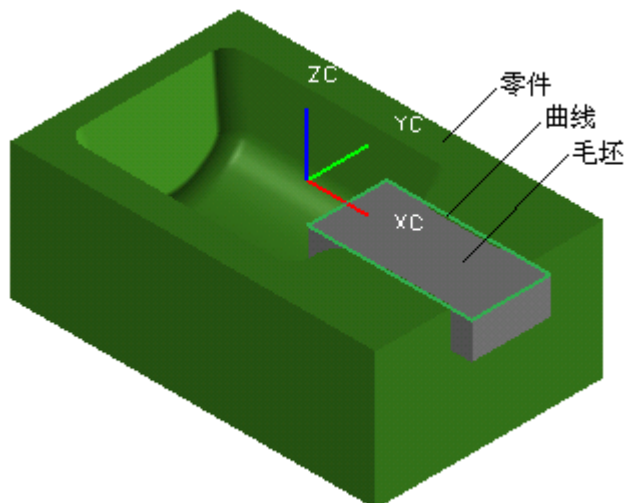

图 5-32
- 单击 , 选择附加按钮, 选择如图 5-32 所示的修剪边界, 边界外的刀轨被截除。